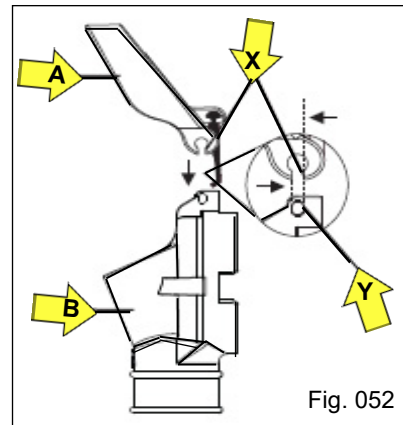

Fig. 052
- a) Incline a tampa do bocal “A” de forma que a mesma fique alinhada com a face plana do canal oblongo “X”, direcionando ao encaixe “Y” do pino do bocal (Fig. 052);